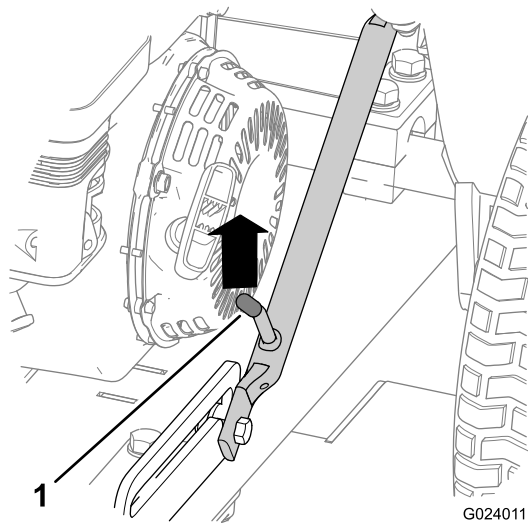
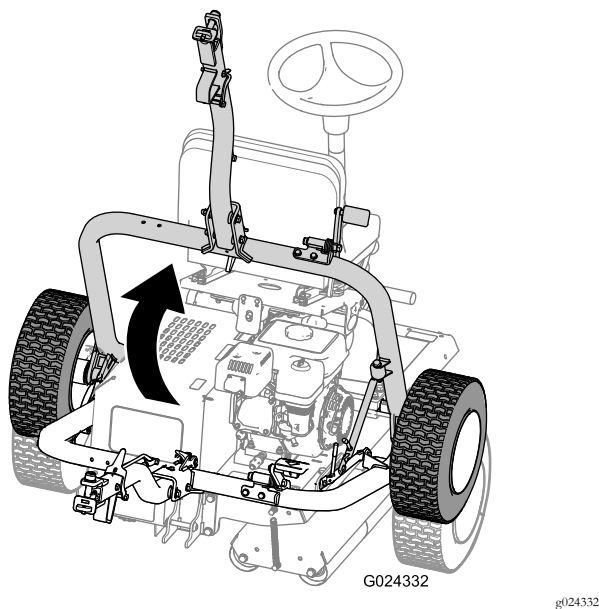

Рисунок 25
Рисунок 29
- A. Поднимайте сцепку, пока фиксирующий рычаг не выйдет из зацепления с прорезью защелки (Рисунок 25).
- D. Поднимайте сцепку (Рисунок 29), пока фиксирующий рычаг не войдет в зацепление с прорезью защелки (Рисунок 25).